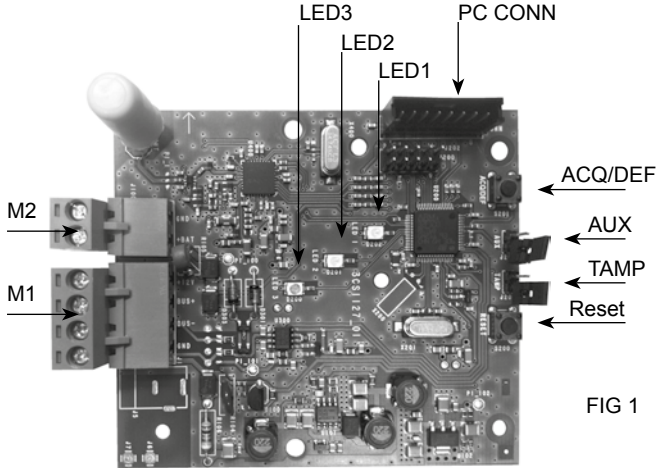

FIG 1
- Installare il contatto antistrappo (opzionale) sul fondo del MOD-BOX e collegarlo al jumper TAMP (Fig.1) dell'interfaccia;